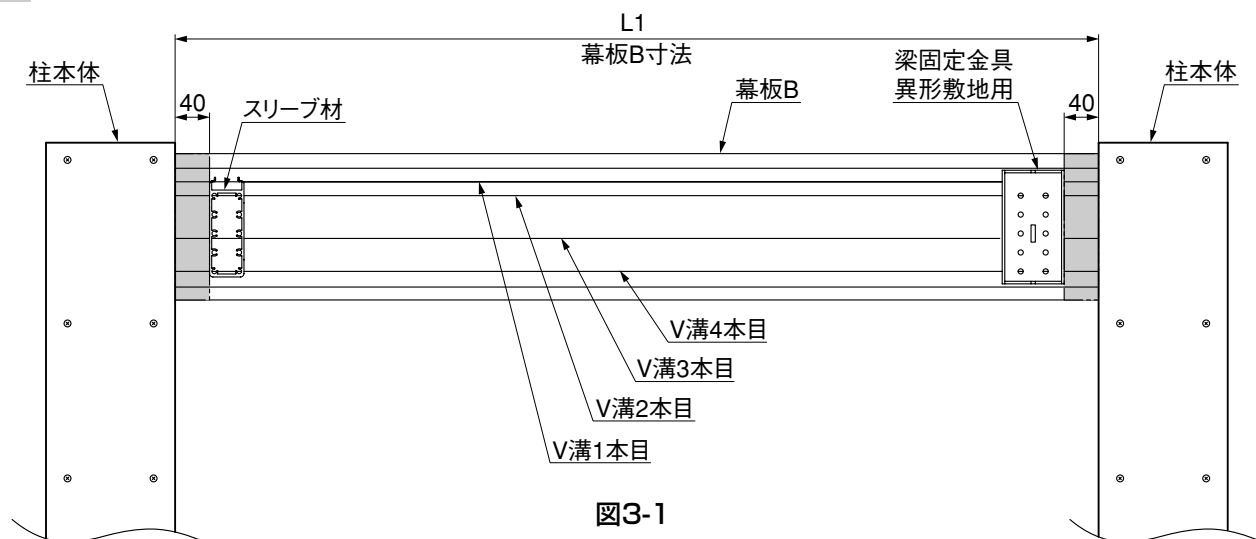

図3-1
- 幕板Bには4本のV溝があります。上から2番目と4番目のV溝を使用して、スリーブ材を取付けてください。(図3-1参照)
- 幕板Bには4本のV溝があります。上から2番目と4番目のV溝を使用して梁固定金具異形敷地用を取付けてください。(図3-1参照)